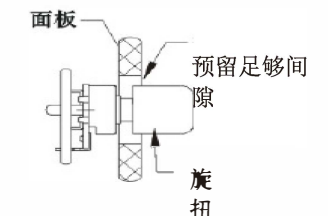

图5 注意旋钮与面刮擦
7、面壳上为电位器调节旋钮而预留的安装孔的直径，在设计时请留够的配合间隙，因为旋钮的同轴度偏差及电位器轴柄晃动量的影响，若配合过于紧密，易产生旋钮与面壳刮擦的现象。（见图5）